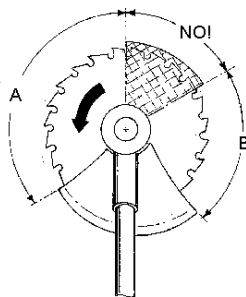

Fig.22
**Se invece usate la macchina per decespugliare o sramare** montate la sega circolare norma CE nonché l'apposito riparo sempre a norma CE: raggiunge la massima capacità di taglio quando l'accelerazione della macchina è al massimo dei giri e di conseguenza la sega ha meno probabilità d'inzepparsi o di fermarsi in queste condizioni operative. Per usare correttamente questo tipo di utensile, non dovete usare la lama nel settore critico (Fig. 22), visto il pericolo del rimbalzo o spinta della lama (chiamato kick-back). Questo effetto può farvi perdere il controllo della macchina, del vostro equilibrio e, di conseguenza, ferirvi. Consigliamo di effettuare il taglio con il lato A della sega circolare per avere un controllo ottimale dell'operazione; è possibile tagliare anche con il lato B, però si ha un minor controllo a causa del senso di rotazione antiorario della lama. **La direzione dell'abbattimento** del tronchetto dipende dal settore di utilizzo della sega circolare e da una determinata inclinazione della lama nonché dal diametro del tronchetto.